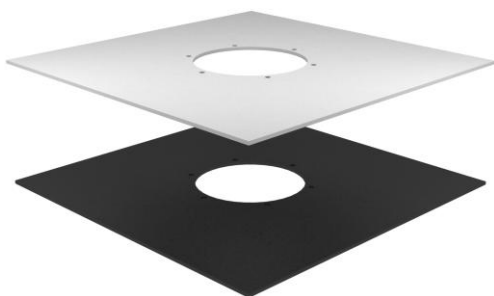

Рис.1
- Корпус воронки вводят в отверстие, выполненное в несущем основании кровли, и соединяют с водоотводящей трубой таким образом, чтобы фланец воронки и кровельное полотно оказались на одном уровне. Конец монтажного кабеля нагревателя выводят в подкровельное пространство к месту присоединения его к питающему кабелю и фиксируют воронку в строго вертикальном положении. Данную работу выполняют при снятых с корпуса (1) листоуловителя (2), прижимном фланце (4), гайках-барашках (6). Корпус воронки укрепляют в отверстии несущего основания кровли при помощи монтажной пены.
- Для соединения воронки с кровельным полотном используют накладку из неармированной мембраны LOGICROOF или ECOPLAST марки «V-SR» размером 500х500 мм или готовый фартук из ПВХ мембраны (рис. 1, 2). В центре накладки вырезают отверстие.